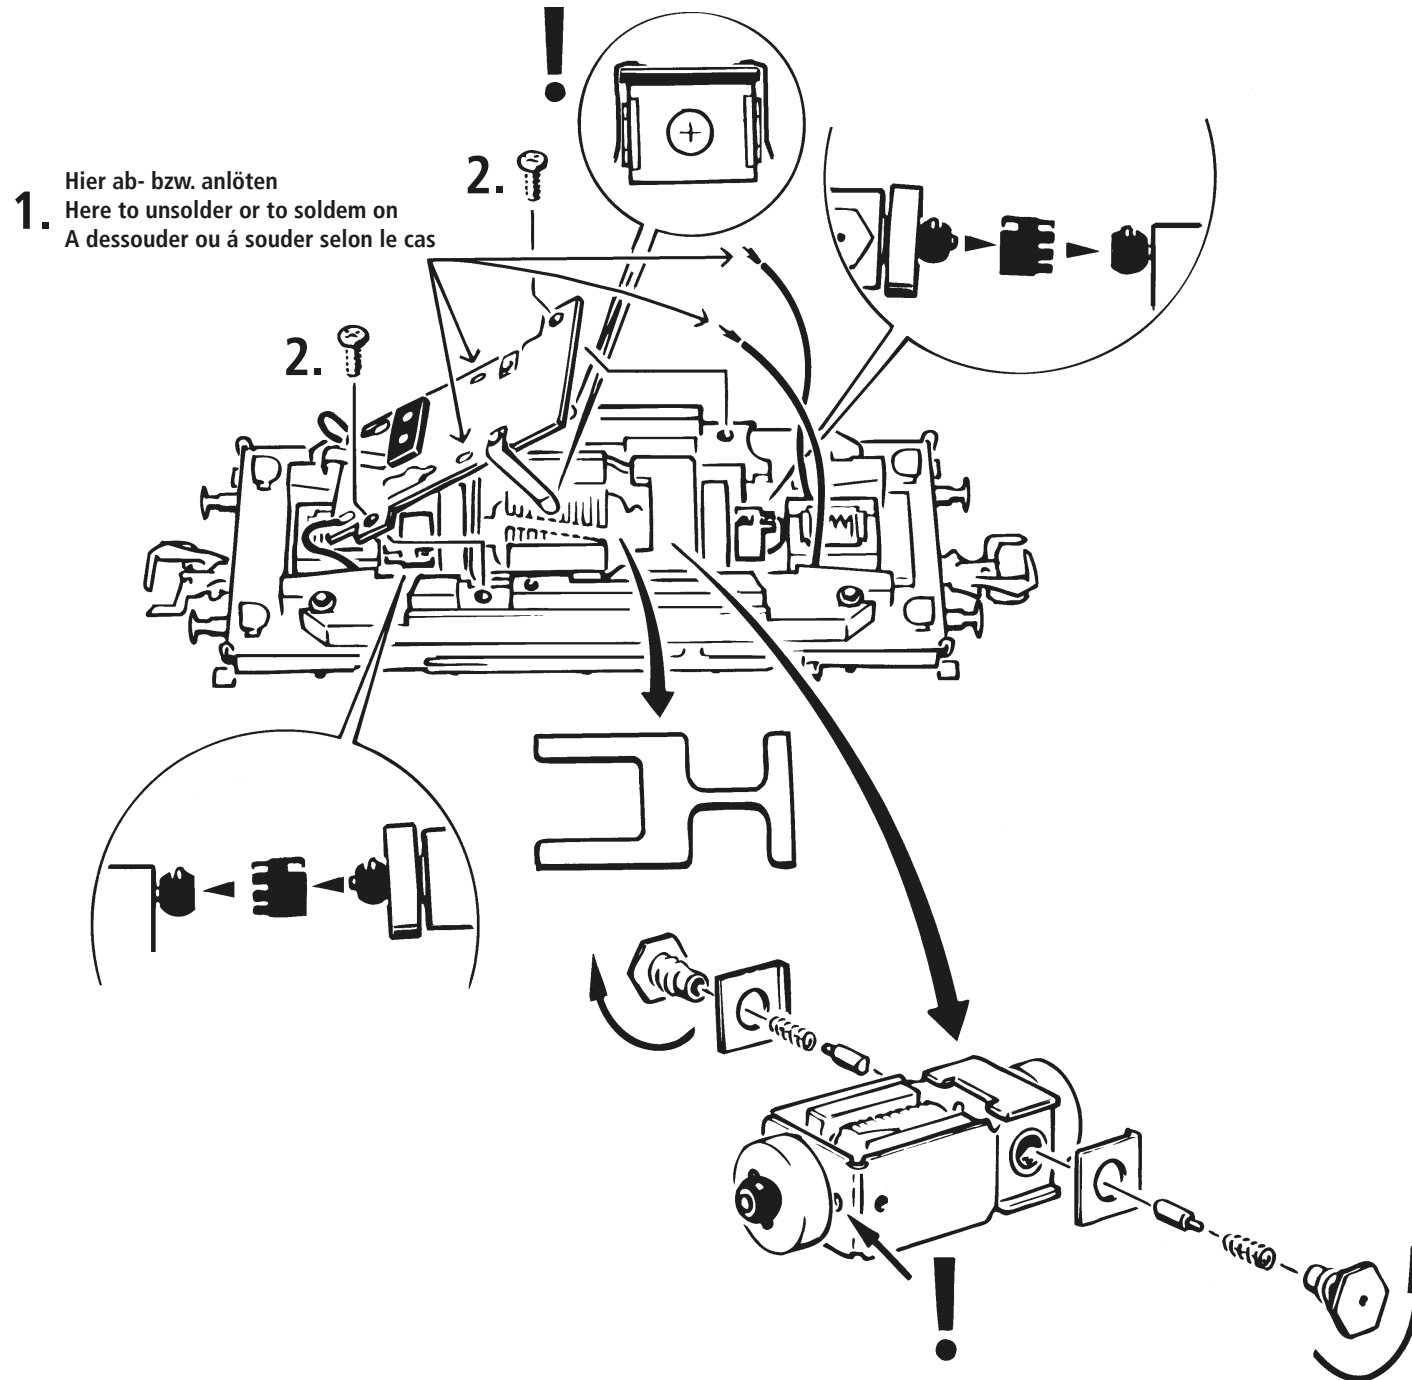

Fig. 7
**2. Graissage:** N'appliquez **qu'une toute petite goutte** aux endroits indiqués par le plan de graissage (Fig. 7) après avoir démonté la caisse de la locomotive (Fig. 4). Nous vous recommandons **le graisseur à huile ROCO réf. 10906**. Pour graisser les engrenages (roues dentées, vis sans fin) nous vous conseillons la **graisse spéciale ROCO réf. 10905** pour engrenages en matières synthétiques. Lorsque vous utilisez cette graisse il faut éviter d'huiler ces composants.